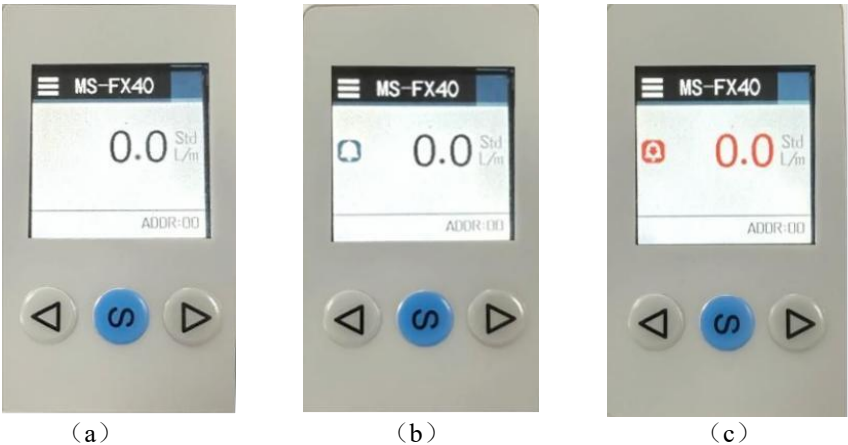

图8.报警功能说明图
上电后传感器进入主界面，如图 8(a)所示，然后可以根据以下表格进行设置。
注：1. 当报警开关开启时，主界面会出现一个报警铃铛，如图8(b)所示。
3. 当流量超过设置的流量上限或者下限值时，主界面会出现一个箭头向上或者向下的铃铛，同时字体颜色也变为红色，如图8(c)所示。